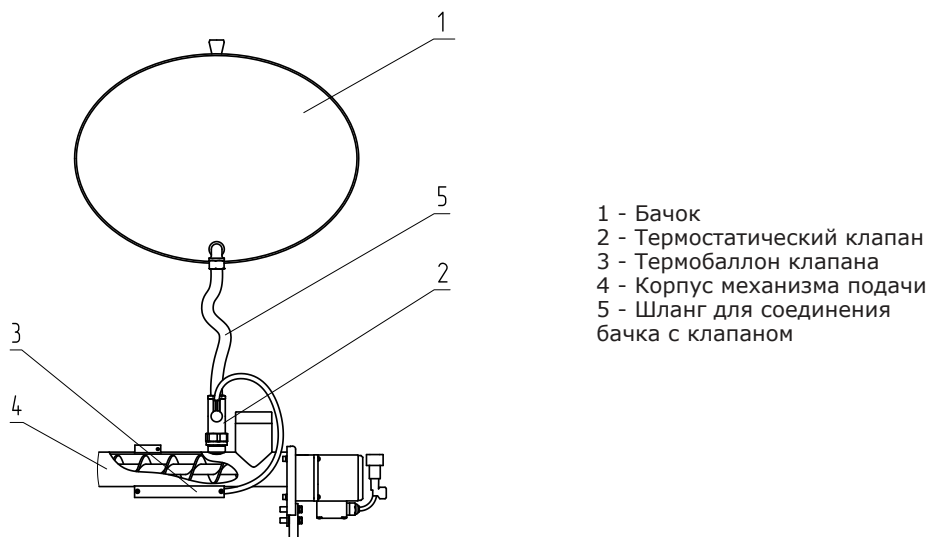

Рис.5 Система охлаждения топливопровода
5.5. Система охлаждения топливопровода (Рис.5) состоит из бака для воды (поз.1), термостатического клапана (поз.2) к которому подключается шланг (поз.5), ведущий к бачку с водой. Термостатический клапан имеет термобаллон (поз.3), который устанавливается в специальную гильзу на механизме подачи топлива. При нагреве газ внутри баллона расширяется и открывает клапан, через который вода из бака поступает в механизм подачи. Перед установкой системы охлаждения топливопровода произвести демонтаж бункера.